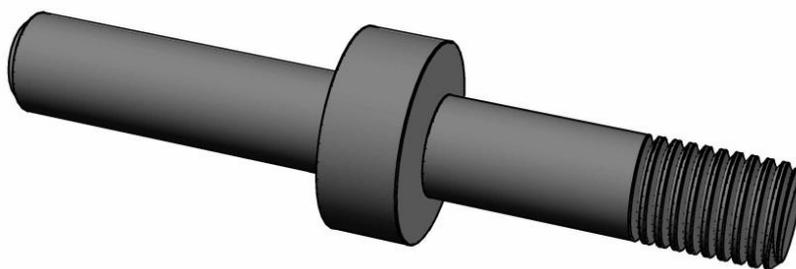
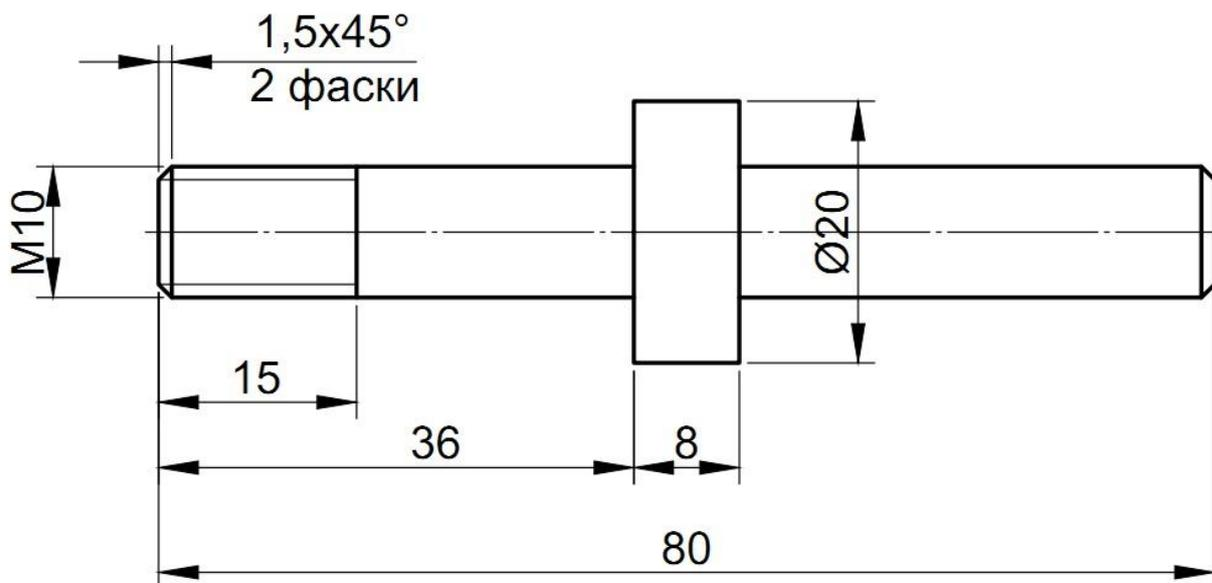

Рис. 1
Рис. 2
1. По данному образцу (Рис. 1) и эскизу (Рис. 2) выточить штырь;